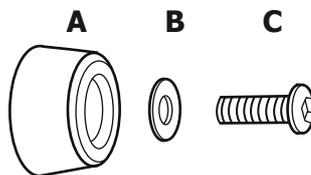

Abbildung 1
**SCHRITT 1** Als erstes bauen Sie die Teile der "Fixierung 1" (abb. 1) zusammen. Verwenden Sie nun die "Fixierung 1" an den in Abb. 4 gezeigten Punkten.